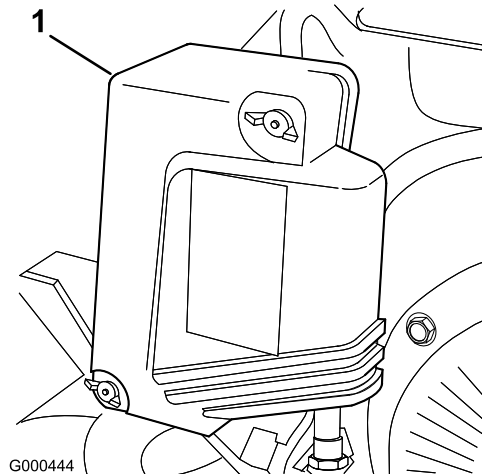

Bild 24
2. Nehmen Sie die Flügelschrauben ab, mit denen die Luftfilterabdeckung am Luftfilter befestigt ist. Nehmen Sie die Abdeckung ab. Reinigen Sie die Abdeckung gründlich (Bild 24).